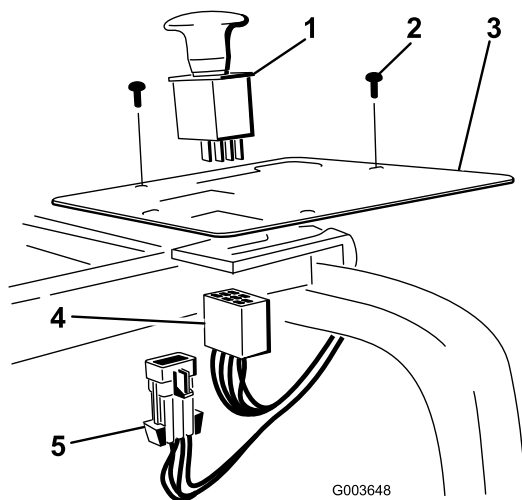

Bild 35
2. Nehmen Sie den Kunststoffstopfen vom Armaturenbrett ab und installieren Sie den Schalter (Bild 35).
4. Befestigen Sie den Kabelbaum am Schalter im Armaturenbrett (Bild 35).
6. Befestigen Sie den Hauptkabelbaumstecker am Hauptkabelbaum (Bild 35).